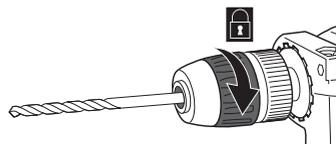

Fig.3
> Sujete el portabrocas (3) en posición y gire la camisa del portabrocas (2) en sentido horario hasta que la broca quede firmemente sujeta en las pinzas del portabrocas (1) (Fig. 3).